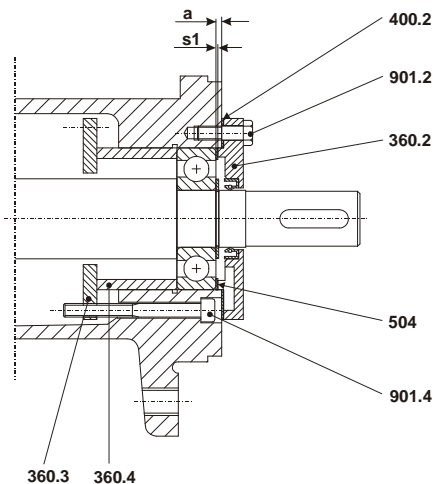

Fig.8 Section pour régulation pompe RG
Les pompes RG et RGL sont équipées avec jeux entre la roue ouverte et l'anneau principal de siège, comme dans la tab. 6. Si pendant le fonctionnement il y a des causes que il doit reconstituer ces jeux, suivre ces instructions: assembler la pompe selon les instructions employées pour démonter, mais dans l'ordre opposé. Tournez la pompe en position verticale, desserrez les deux vis (901,4) et poussez l'axe vers le bas jusqu' la roue à aubes s'étende sur l'anneau principal de siège. Serrez les deux vis (901,4) graduellement de sorte que l'axe tours librement sans érafler sur la surface entre la roue et l'anneau principal de siège. Enlevez le couvercle du roulement (360,2) dévissant les trois vis (901,2) et mesurez avec une mesure la profondeur "a", comme indiqué dans la fig. 8. Déduisez le facteur "f", comme indiqué dans la tabl. 7. Le résultat est l'épaisseur de l'entretoise "s1" (504) que vous devez mettre entre le couvercle roulement et le roulement même. Les dimensions de l'entretoise sont indiquées dans tabl. 7. Assemblez le couvercle roulement et serrez les vis du lanterne- moteur (901.4).